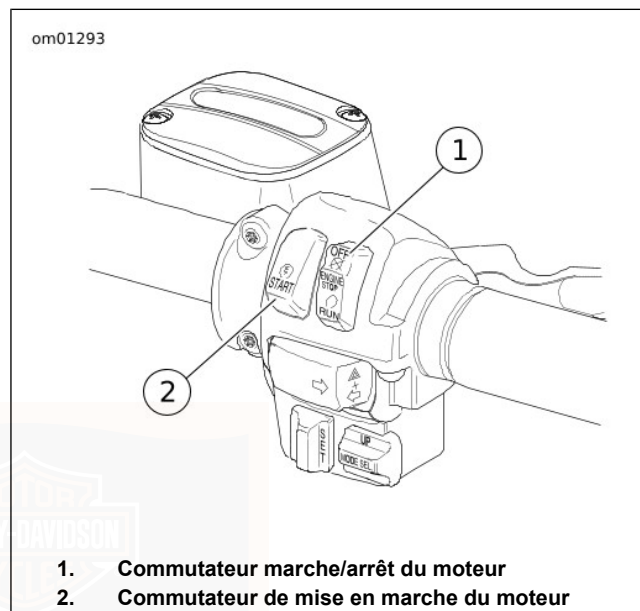

Figure 38. Commandes sur la droite du guidon
3. Voir Figure 38. Mettre le commutateur de marche/arrêt en position MARCHE.